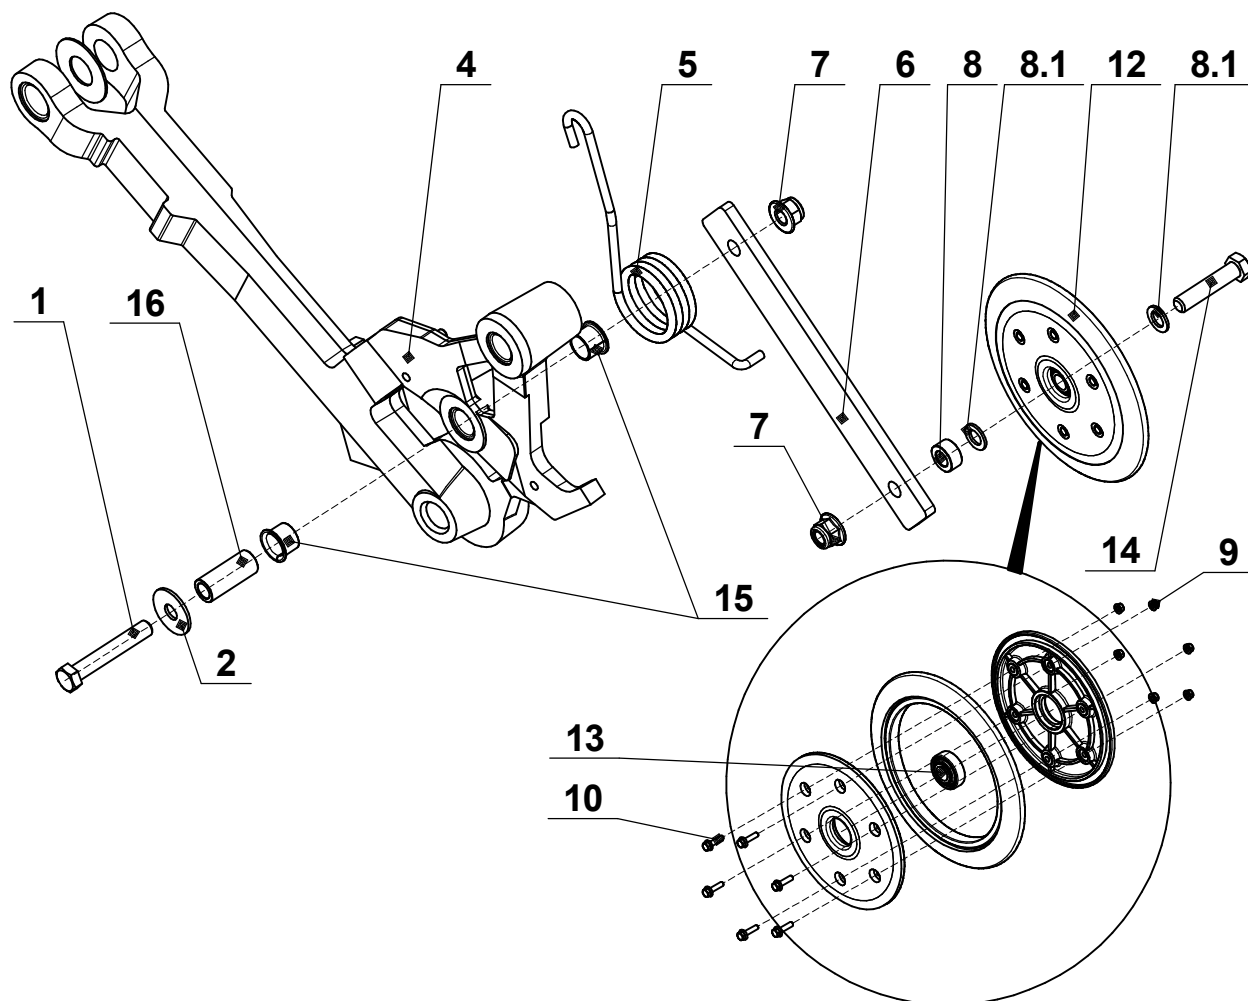

Рис.3.2 - Ремонт узла прикатывающего колеса посевного комплекса FEAT AGRO серии «N-6000» / «N-7000» / «N-8000» / «N-9000» / «N-10500» / «N-12000».
1. Выкрутите крепёжный болт (поз.14 рис.3.2), гайку (поз.7 рис.3.2), втулку (поз.8 рис.3.2) и шайбу (поз.8.1 рис.3.2) и снимите прикатывающее колесо (поз.12 рис.3.2).
2. Выкрутите крепёжный болт (поз.9 рис.3.2), гайку (поз.7 рис.3.2) и разберите прикатывающее колесо (поз.12 рис.3.2).
4. Установите подшипник (поз.13 рис.3.2) и соберите детали колеса с помощью болтов (поз.10 рис.3.2) и гаек (поз.9 рис.3.2).
ПРИМЕЧАНИЕ: Выполните шаги 6-10 для замены втулок (поз.15 рис.3.2) рычага (поз.4 рис.3.2).
6. Снимите детали (поз.1,2,7 рис.3.2).
7. Извлеките втулки (поз.15 рис.3.2) и втулку (поз.16 рис.3.2) из несущего рычага (поз.4 рис.3.2) .
8. Запрессуйте новые втулки (поз.15 рис.3.2) в отверстия рычага таким образом, чтобы их край был ниже на расстоянии 5мм от внешней поверхности рычага.
9. Вставьте втулку (поз.16 рис.3.2).
10. Установите ранее снятый рычаг прикатывающего колеса (поз.6 рис.3.2) и крепёжные элементы. Затяните крепёжные детали шарнира согласно таблице 1.8.